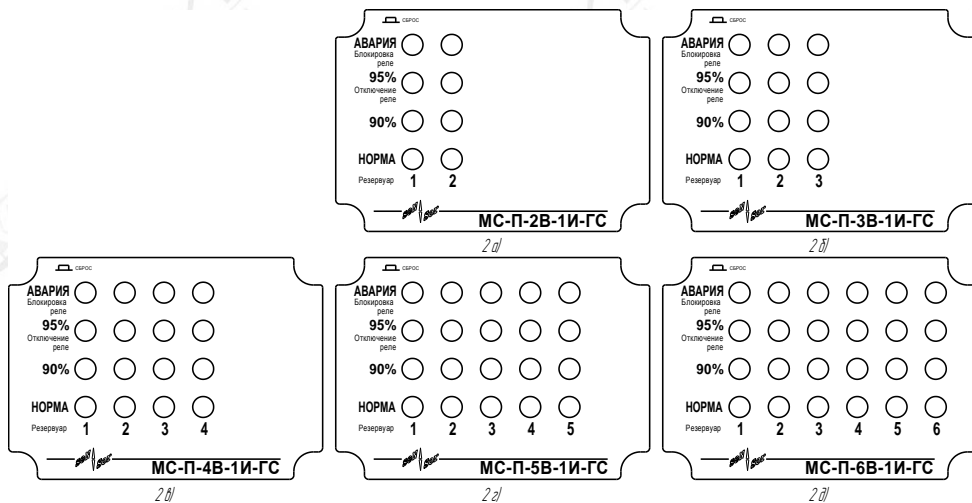

Рисунок 2
2.2.3 Светодиоды на лицевой панели расположены столбцами (рисунок 2) и означают резервуары. Число светодиодных столбцов от двух до шести (по количеству резервуаров) определяется заказом.